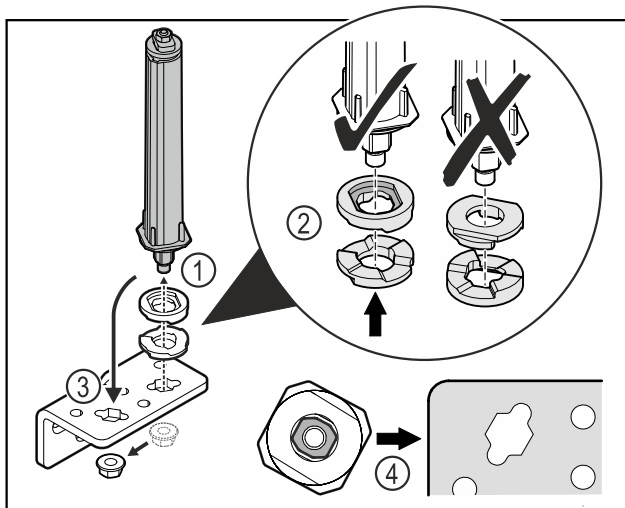

Fig. 42
- Mutter lösen und Türschließsystem entfernen Fig. 42 (1).
- Auf die korrekte Ausrichtung der Höhenverstelleisen achten Fig. 42 (2).
- Türschließsystem im Scharnierwinkel umsetzen und mit der Mutter fixieren Fig. 42 (3).
- Beim Einsetzen auf die korrekte Ausrichtung des Türschließsystems achten Fig. 42 (4).